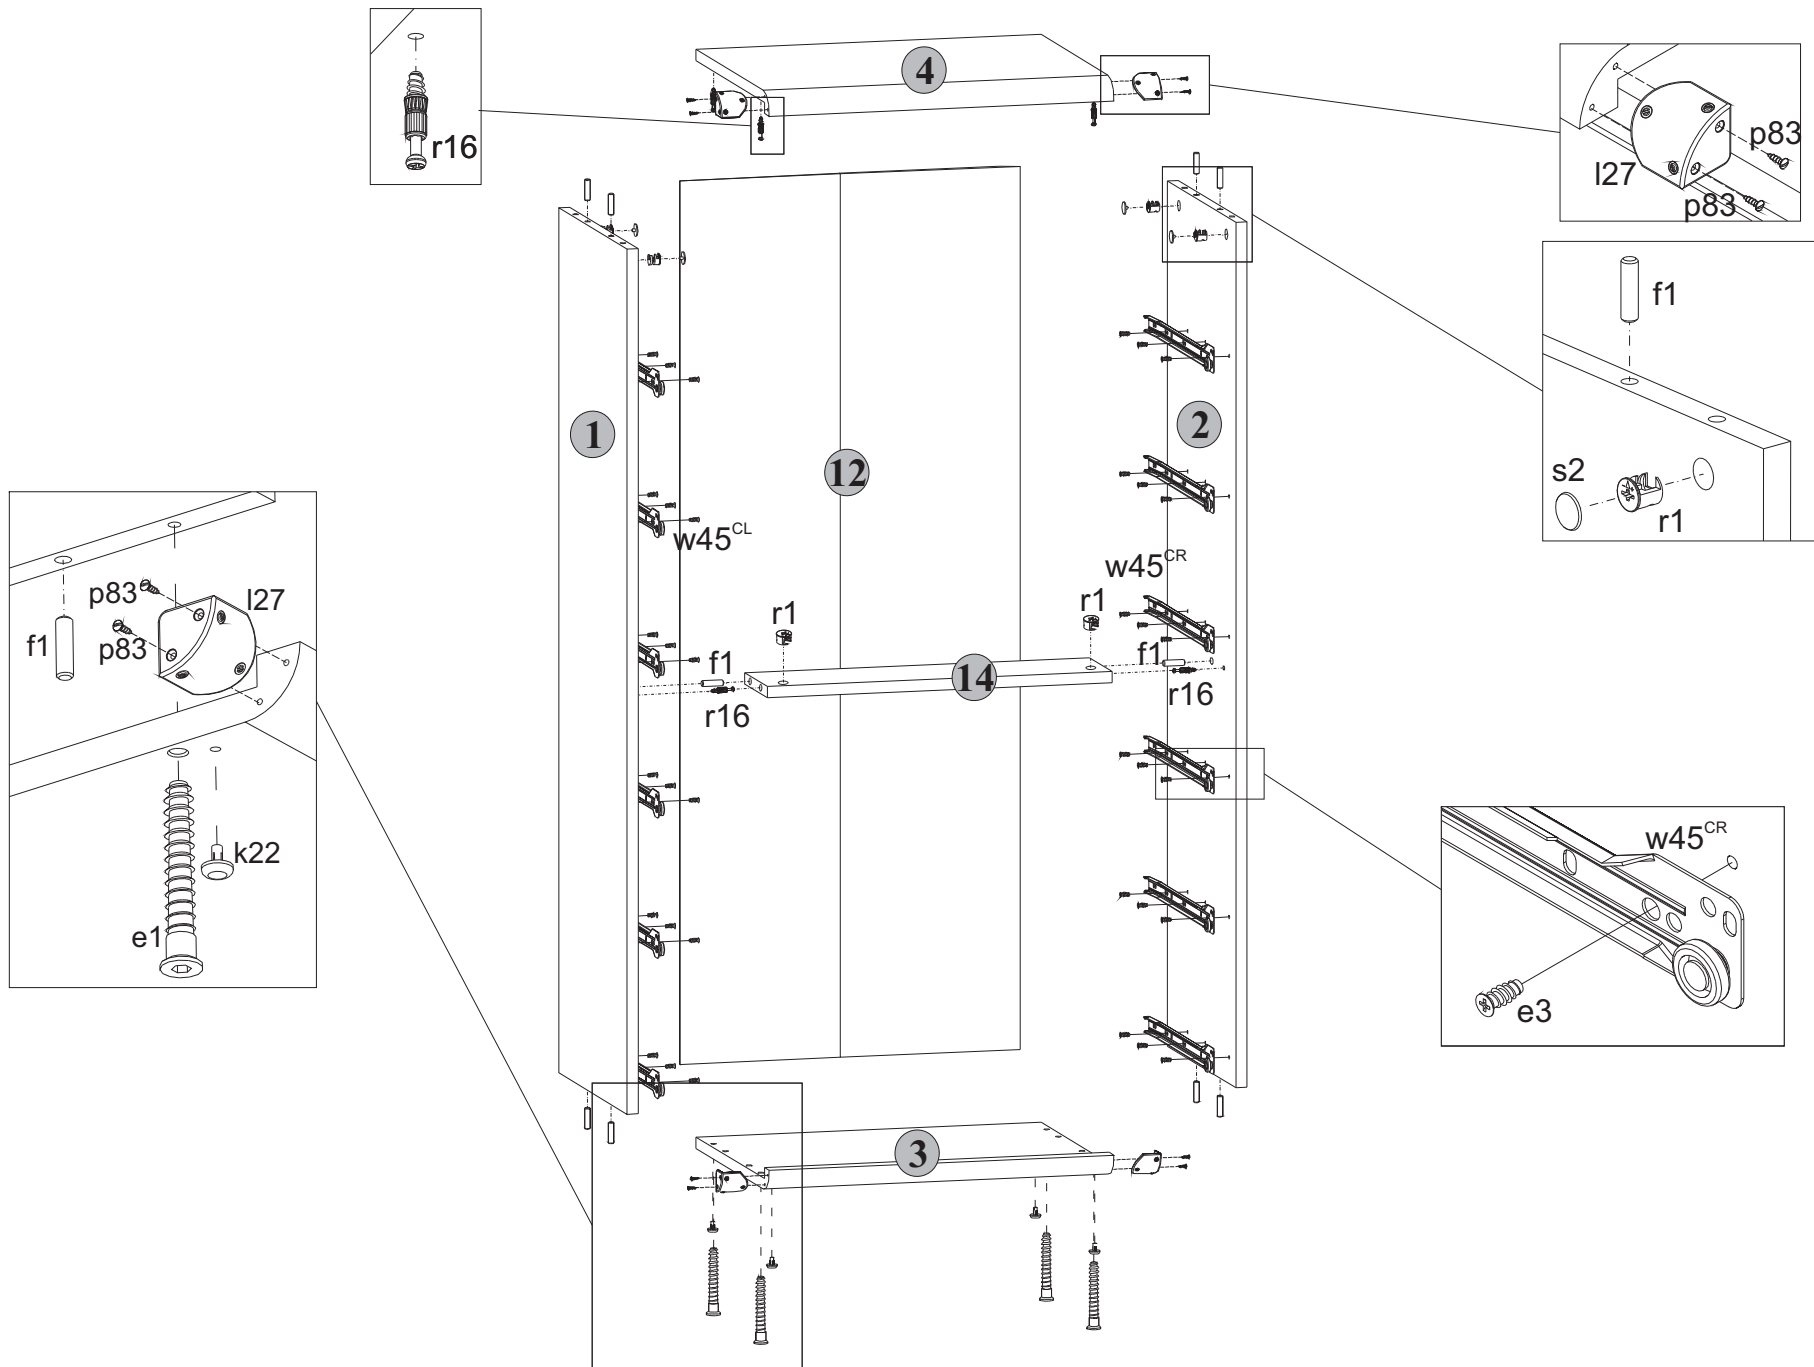

Рис. 2
5.4 На внутренних поверхностях стенок боковых **1, 2** и цоколя **14** в отверстия диаметром **15 мм** вставить стяжки эксцентриковые **r1** (**см.рис. 2**).
5.5 В отверстия диаметром **5 мм** на нижней поверхности щита верхнего **4**, стенках боковых левой, правой **1** и **2** вкрутить винты стяжки **r16**, пользуясь крестообразной отверткой (**см.рис. 2**).
5.6 В отверстия диаметром **4,5 мм** на нижней поверхности щита нижнего **3** вставить опоры полимерные **k22** (подпятники) (**см.рис. 2**).
5.8 К стенкам боковым **1** и **2** присоединить щит нижний **3** и стянуть еврошурупам **e1**, пользуясь специальным ключом **z1** из комплекта фурнитуры (**см.рис. 2**).
5.2 В отверстия диаметром **8 мм** на верхних и нижних кромках стенок боковых **1** и **2**, а также в боковые кромки цоколя **14** вбить деревянные шканты **f1** (**см.рис. 2**).